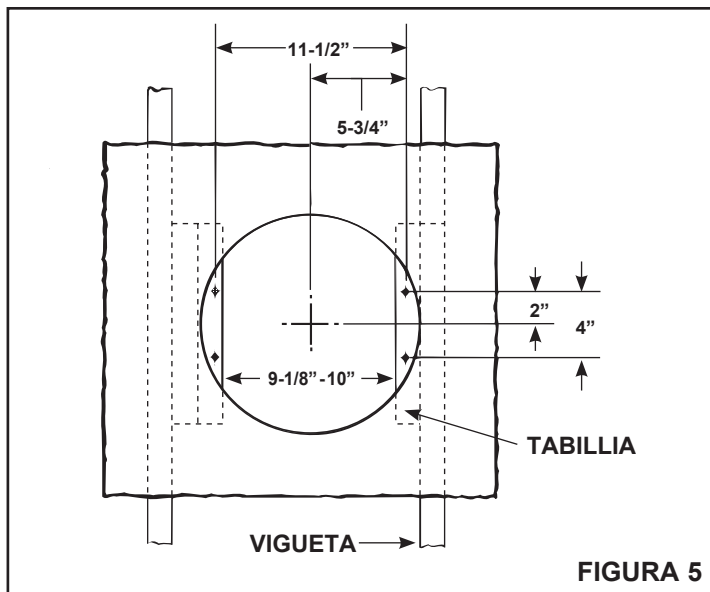

FIGURA 5
7. Refiérase a la Figura 5. Instale tablillas de 2 x 4 a ambas viguetas del techo. En algunos casos puede ser necesario utilizar más de una sola tablilla en un lado. La distancia entre las tablillas debe ser al menos de 9" pero no más de 10".